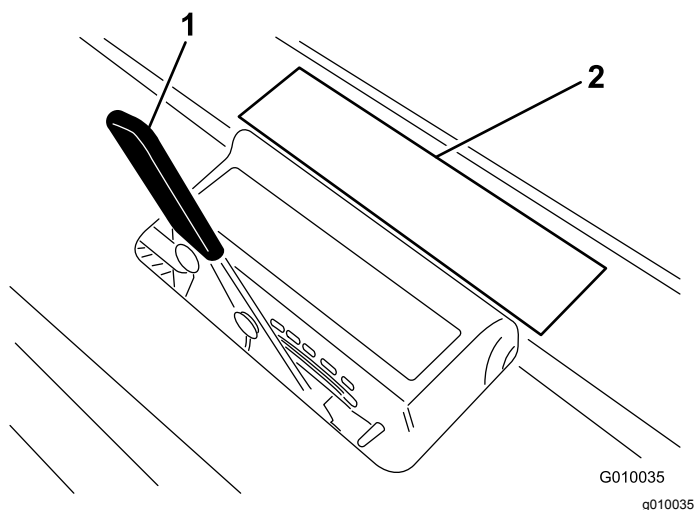

Figure 28
3. Placez le louchet sur l'autocollant de profondeur d'aération (Figure 28), une extrémité en face de la profondeur voulue (voir le modèle de louchet sur l'autocollant).